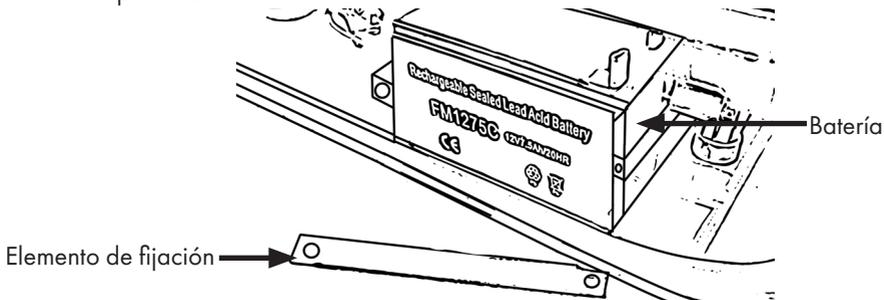

Figura 12
- Primero inserte la batería como se muestra en la figura 12 y fíjela con los tornillos de la parte frontal.